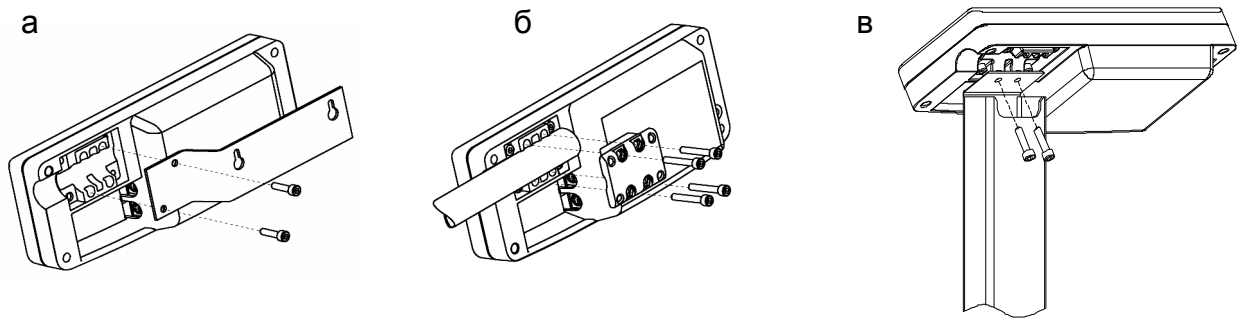

Рисунок 5.5 - Варианты крепления устройства индикации:
- подсоединить двумя винтами M5x20 кронштейн к устройству индикации (рисунок 5.5а);
- закрепить устройство индикации на стойке кронштейном, затянув четыре винта М5х30 с небольшим усилием (рисунок 5.5б). Излишек кабеля заправить в стойку со стороны устройства индикации;
- закрепить двумя винтами М5х20 устройство индикации на стойке (рисунок 5.5в). Излишек
- закрепить двумя винтами М5х20 устройство индикации на стойке (рисунок 5.5в).